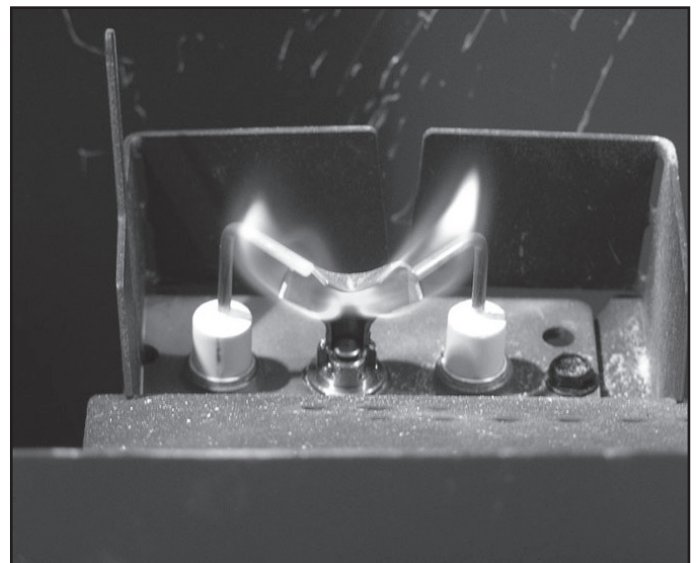

Figure 3.1 Comportement de la flamme de la veilleuse IPI
- Inspectez le comportement de la flamme de la veilleuse. Voir la figure 3.1. pour le modèle approprié de flamme de la veilleuse. Nettoyez ou remplacez la tête d'injecteur à filetage mâle si nécessaire.